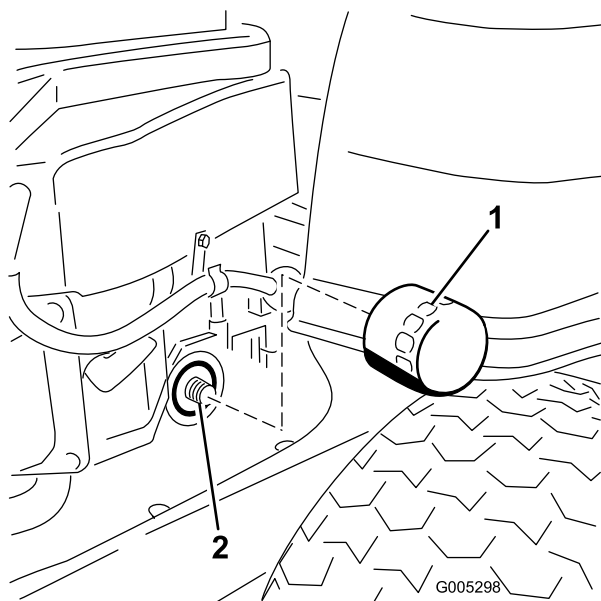

Figure 30
9. Trouvez l'emplacement du filtre à huile du côté droit du moteur. Déposez le filtre à huile usagé et essuyez l'adaptateur du filtre à l'aide d'un chiffon propre (Figure 30).
11. Posez le filtre à huile de rechange sur l'adaptateur. Tournez le filtre dans le sens horaire jusqu'à ce que le joint soit en appui contre le socle, puis donnez de 3/4 à 1 tour supplémentaire (Figure 30). Essuyez l'excédent d'huile sur le châssis.